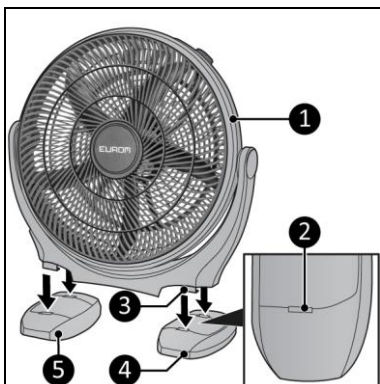

Figure 3
1. Cliquez le socle gauche (figure 3, pos. 4) et le socle droit (figure 3, pos. 5) dans la fente (figure 3, pos. 2) sous la base (figure 3, pos. 3). La façon de monter les socles est indiquée sur les socles.